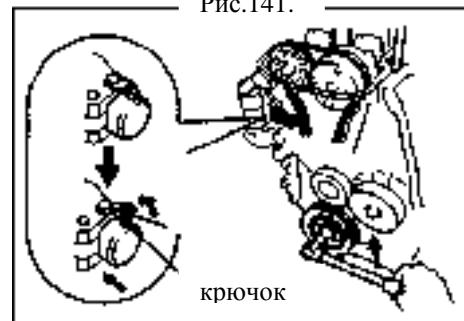

Рис.141.
(3) Поверните коленвал против часовой стрелки для отделения крюка от запорного штыря плунжера (рис.141).